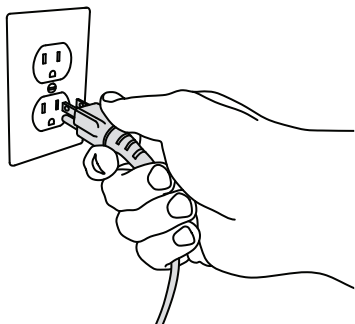

Figure 22.1
3. Le réceptacle de l'appareil est situé dans son coin inférieur droit, à l'arrière. Installez le cordon à la réception de l'appareil et au mur (**Figure 22.1**).